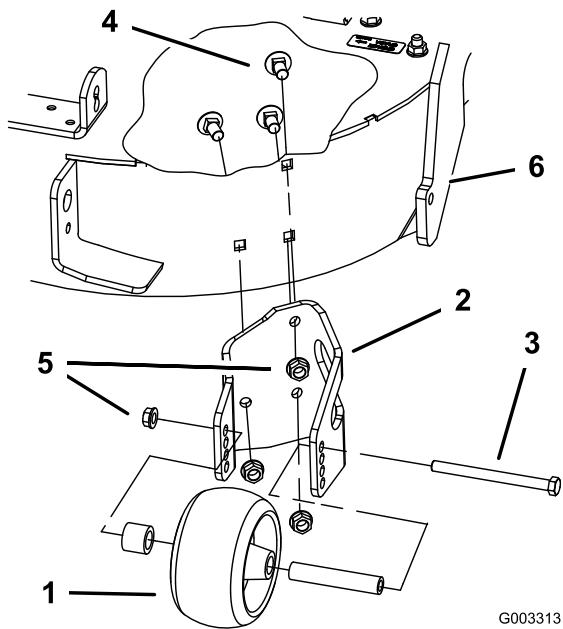

Bild 4
2. Entfernen Sie die Antiskalpierrolle von der Halterung; lösen Sie hierfür die Bundmutter (3/8") den Achsbolzen (3/8" x 4-1/2"), wie in Bild 4 abgebildet. Bewahren Sie alle Befestigungen auf.
3. Entfernen Sie die drei Schlossschrauben (3/8" x 3/4") und Bundmuttern (3/8"), mit denen die Halterung am Mähwerk befestigt ist (Bild 4). Bewahren Sie alle Schrauben auf.